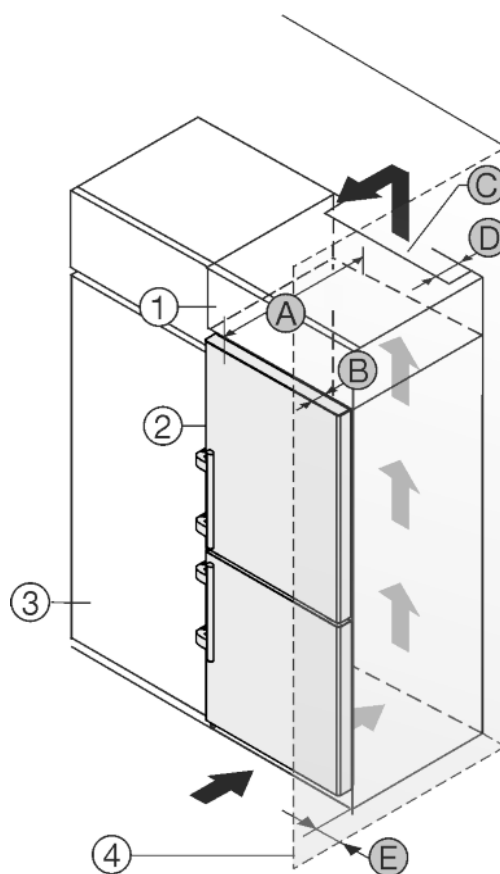

Fig. 13
Aparatul poate fi refăcut cu dulapuri de bucătărie. Pentru a aduce aparatul Fig. 13 (2) la același nivel cu mobilierul de bucătărie, se poate monta deasupra aparatului un dulap suspendat Fig. 13 (1).
Aparatul poate fi amplasat direct lângă dulapul de bucătărie Fig. 13 (3). Pentru a putea deschide complet ușa, aparatul trebuie să fie proeminent cu cel puțin grosimea Fig. 13 (B) față de suprafața frontală a dulapului de bucătărie. În funcție de grosimea dulapurilor de bucătărie și de utilizarea distanțierelor de perete, aparatul poate ieși mai mult în afară.
- În partea din spate a dulapului suspendat trebuie să existe o fantă de aerisire cu grosimea Fig. 13 (D) pe toată lățimea dulapului suspendat.
- Sub plafonul incintei trebuie să fie păstrată o secțiune de ventilare Fig. 13 (C).
Atunci când aparatul este montat cu balamalele lângă un perete Fig. 13 (4), trebuie să fie păstrată distanța Fig. 13 (E) între aparat și perete. Această valoare corespunde proeminenței mânerului cu ușa deschisă.